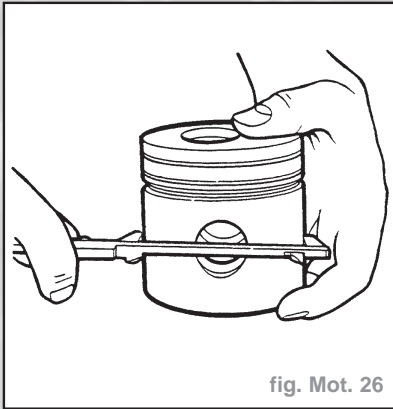

fig. Mot. 26
- A l'aide d'un micromètre, mesurer les pistons au bas de la jupe, perpendiculairement à l'axe de piston (Fig. Mot. 26).